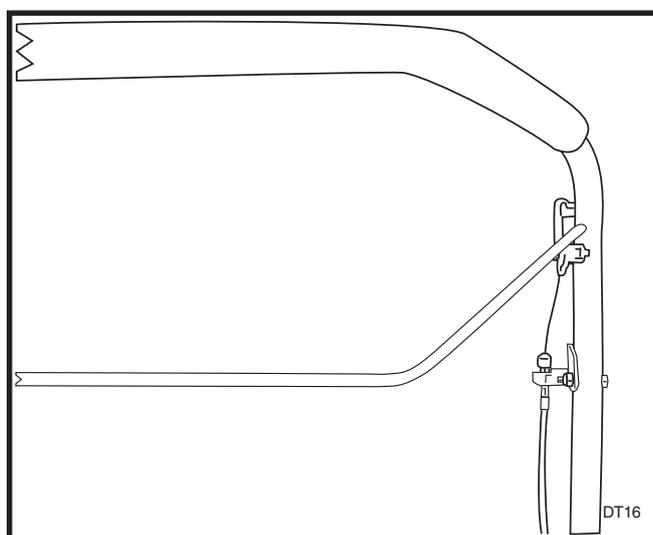

FIGURE 9
21. Attachez l'extrémité supérieure du câble au guidon et passez le câble à travers l'arceau d'embrayage. Montez l'arceau d'embrayage dans le guidon. Voir la Figure 9.